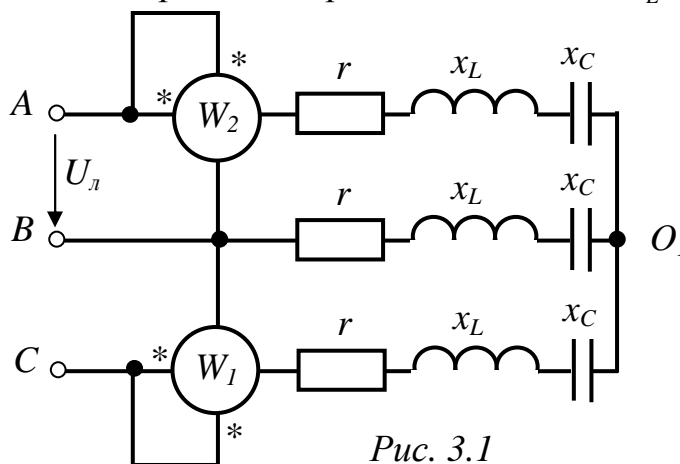

Рис. 3.1
- 1) приемник соединен звездой (рис.3.1);